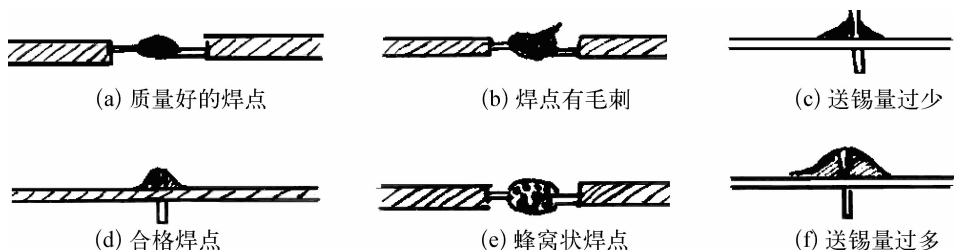

图 1-2-17 焊接质量的判别
④ 焊接质量及缺陷分析：焊接时，要保证每个焊点焊接牢固、接触良好。要保证焊接质量。好的焊点如图 1-2-17(a)所示应是锡点光亮，圆滑而无毛刺，锡量适中。锡和被焊物融合牢固。不应有虚焊和假焊。虚焊是焊点处只有少量锡焊住，造成接触不良，时通时断。假焊是指表面上好像焊住了，但实际上并没有焊上，有时用手一拔，引线就可以从焊点中拔出。这两种情况将给电子制作的调试和检修带来极大的困难。只有经过大量